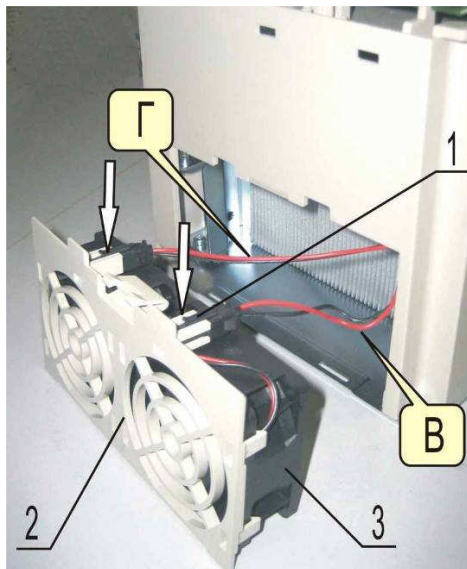

Рисунок 6.6
6.4.2 Отсоединить разъемы жгутов В и Г от фиксаторов на панели вентиляторов (рисунок 6.6).